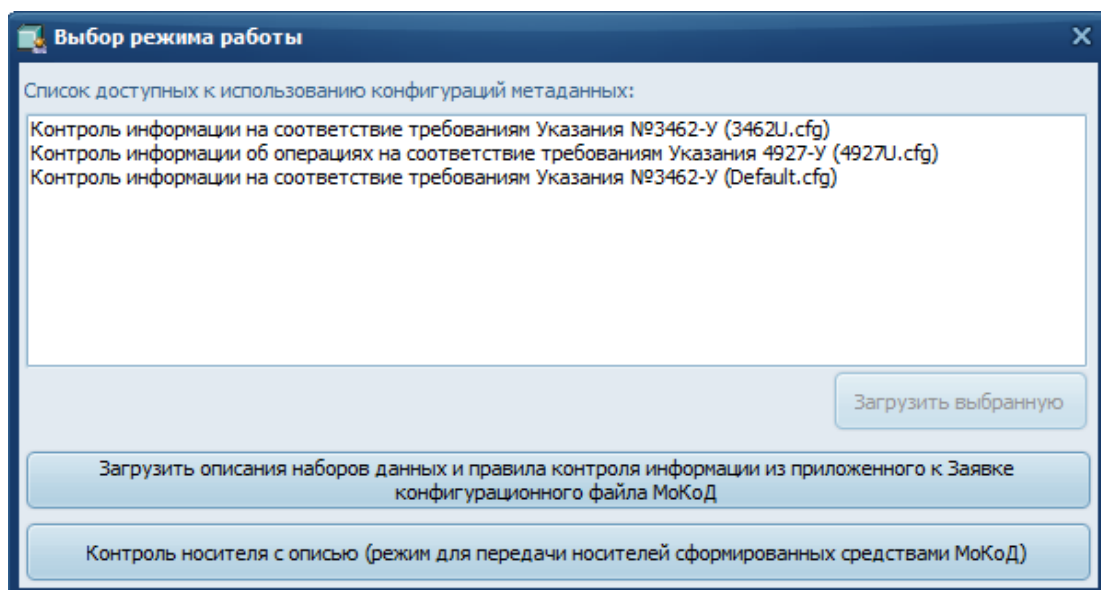

Рисунок 4 – Окно «Выбор режима работы»
- 2) В открывшемся окне «Выбор режима работы» (Рисунок 4) выбрать доступный режим работы из списка.
1) Нажать кнопку «Загрузить описания наборов данных и правила контроля информации из приложенного к Заявке конфигурационного файла МоКоД» (Рисунок 4);
Режим работы «Контроль носителя с описью (режим для передачи носителей сформированных средствами МоКоД)» (Рисунок 4) используется с целью контроля электронной информации, подготовленной ПЛ и расположенной на носителях информации, сформированных средствами МоКоД для передачи уполномоченным представителям Банка России. При выборе данного режима необходимо в открывшемся окне «Выбор каталога с носителем (носителями) информации» указать расположение носителя информации и нажать кнопку «Добавить» (Рисунок б).